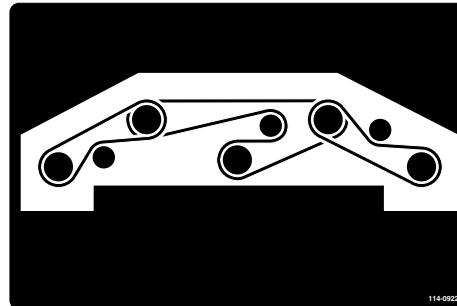

Figure 116
- Installez la courroie neuve autour des poulies d'axe et de la poulie de tension (Figure 116).